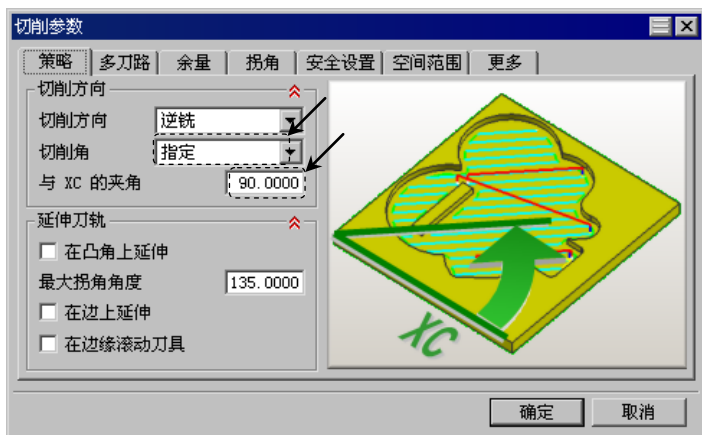

图 17.10 “策略”选项卡
Step2. 在“切削参数”对话框中单击策略选项卡，其参数设置值如图 17.10 所示，其他参数接受系统默认设置，单击确定按钮。